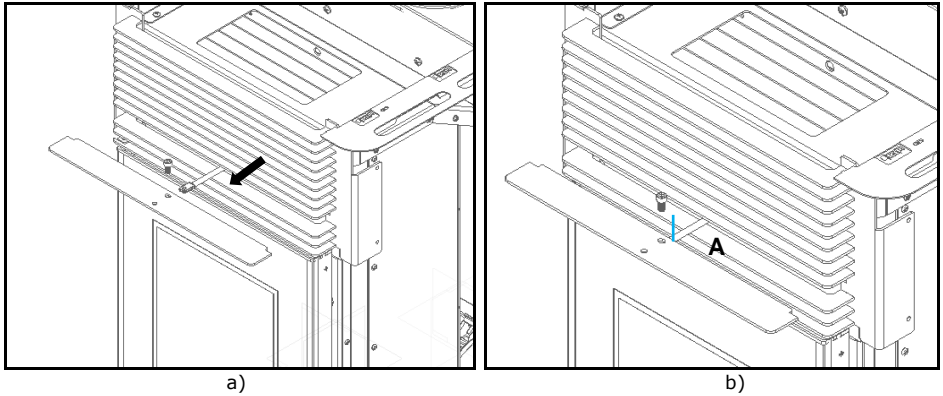

Figura 95 – Pala de agarre de registro
b) Entonces tire de la varilla de registro hacia delante (Figura 95-a), alineando el orificio de la varilla y el orificio de la solapa y se unen con un tornillo **A** (DIN 7991 M6x10).